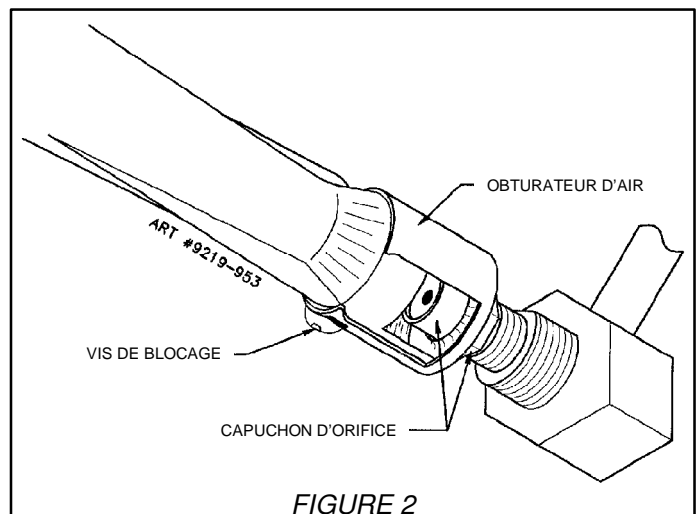

FIGURE 2
1. Flamme jaune - ouvrir l'obturateur d'air afin d'assurer son ouverture maximum tout en ayant une flamme qui ne se soulève pas du brûleur ou qui s'éteint lorsque le brûleur est froid. (Voir la figure 2.)
2. Flamme avec partie bleue distincte mais qui se soulève du brûleur - fermer l'obturateur d'air jusqu'à ce qu'il produise une flamme qui ne se soulève pas du brûleur ou s'éteint lorsque le brûleur est froid. (Voir la figure 2.)